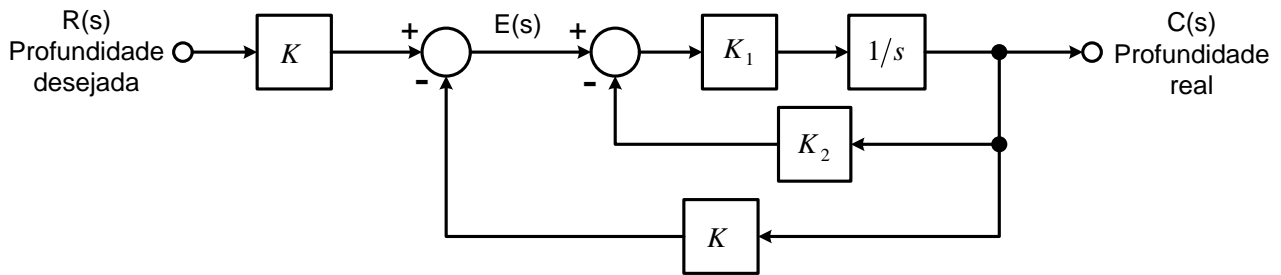

Figura 8
11. Um veículo submersível de pequeno porte possui o sistema de controle de profundidade ilustrado na Figura 8.